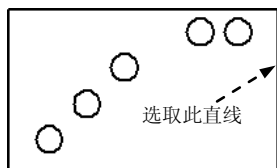
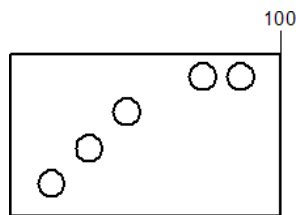

图 8.2.28 定义参照对象
图 8.2.29 坐标尺寸标注 8
Step3. 在系统 **单击公共基准元素** 提示下，选取图 8.2.28 所示的直线。在合适的位置处放置尺寸，结果如图 8.2.29 所示。